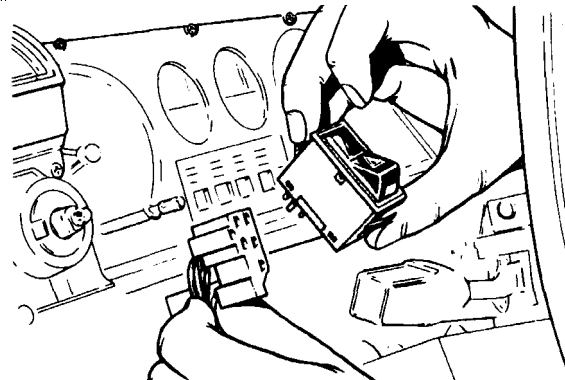

Рис. 10.46. Снятие переключателей, расположенных на комбинации приборов.
3. Квадратные переключатели необходимо поддеть небольшой отверткой. Отсоедините провода питания, снимите переключатели (см. рис. 10.46). Установка производится в обратном порядке.